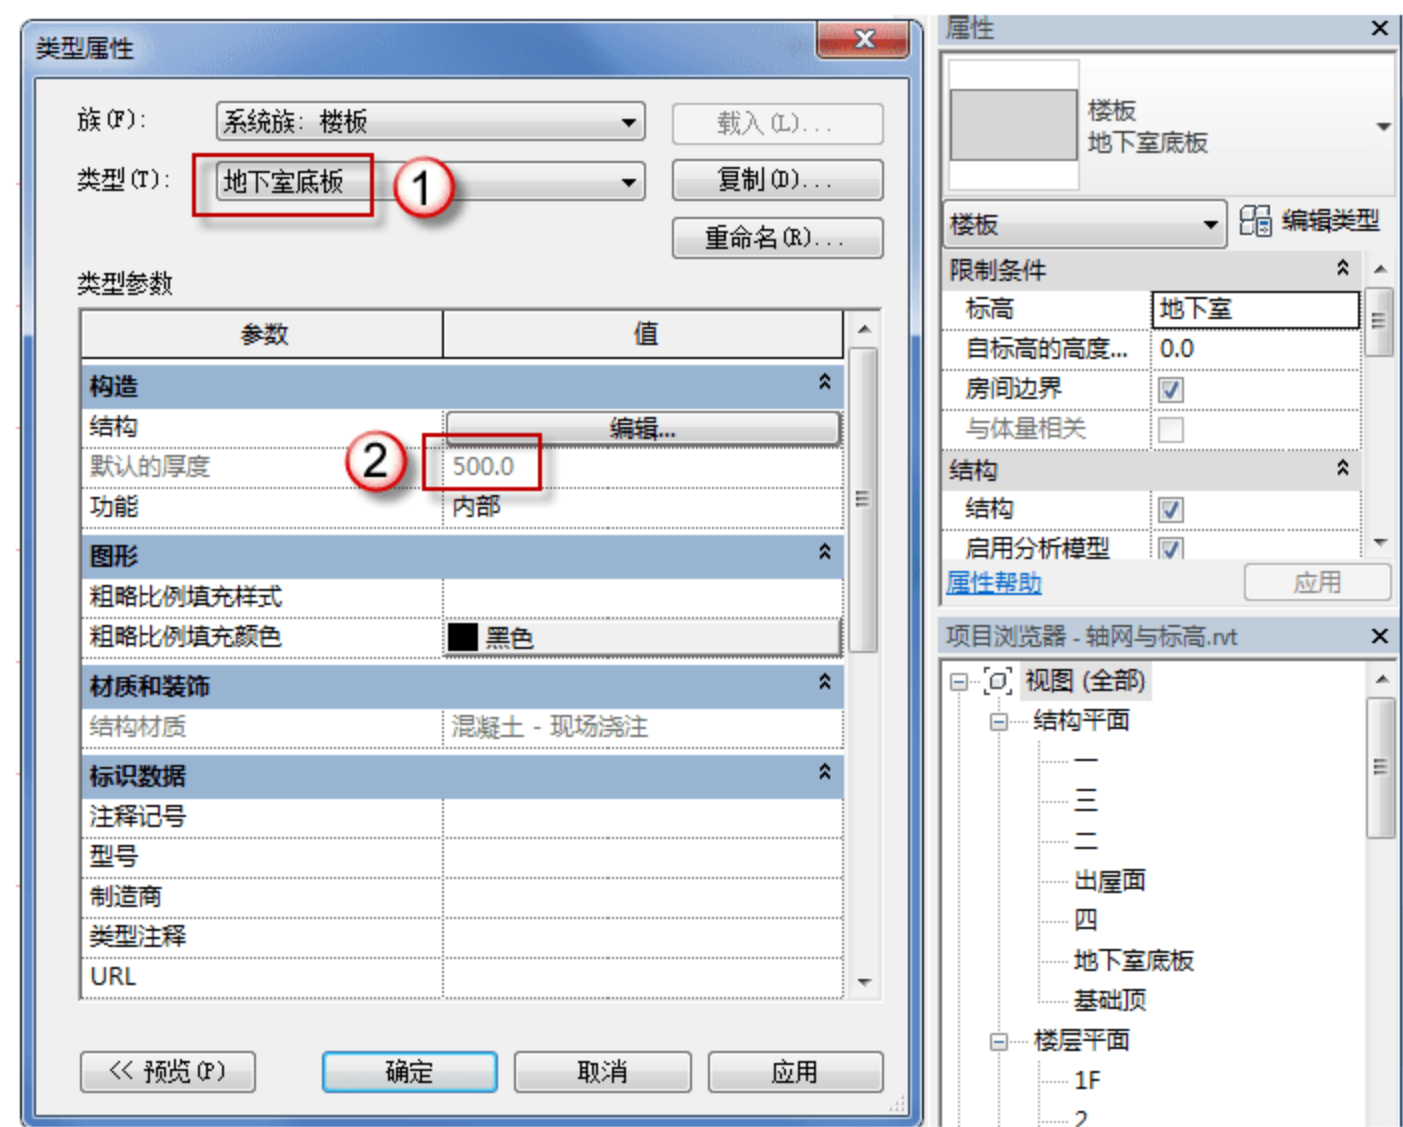

图 3.1.81 设置地下室底板
(2) 设置地下室底板参数，按快捷键 S+B，进入编辑模式，单击“编辑类型”按钮，在弹出的对话框中单击“复制”按钮，在弹出的对话框中命名板号，然后设置参数，将板厚设置为 500，如图 3.1.81 所示。